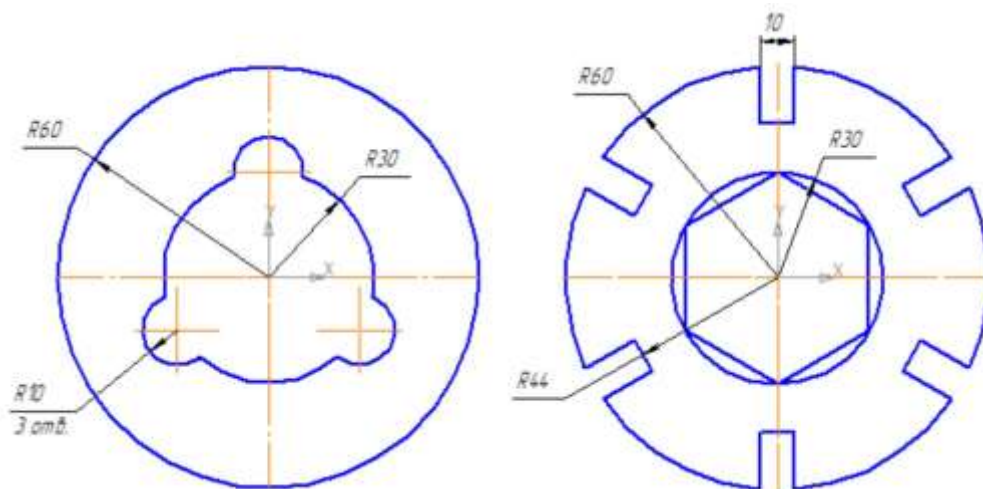

Рис. 5.20
- Постройте чертеж плоской детали (рис. 5.20).